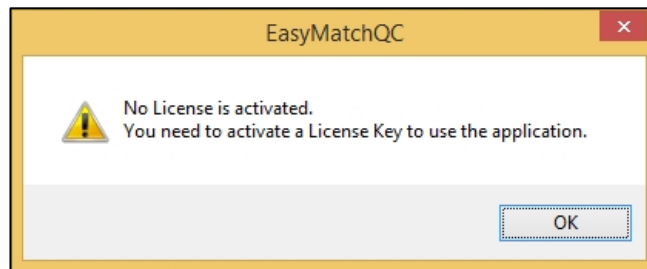

図5. ライセンス未有効化の警告
- a. 「**オプションの選択**」ページ（図5）で、「**KEY ID**」を選択します。
- b. 「**オプションの選択**」ページ（図5）から、「**KEY FILE (.skl)**」を選択します。